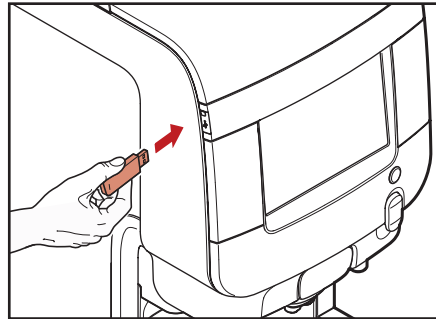

Fig. 6.1 - Indsæt operatørens USB-nøgle
- Indsæt operatørens USB-nøgle (fig. 6.1)